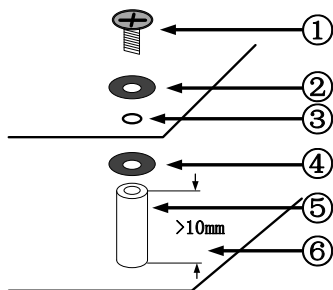

图 2-1-2 定位孔安装
在安装与更换控制器前，必须先确保控制器的供电和相关联的设备供电已被切断。确定安装位置与安装方向无误后方可安装。定位孔安装方法请参照图 2-1-2。①M4 平头螺丝。②橡胶或金属垫片。③产品 PCB 安装孔。④橡胶或金属垫片。⑤M4 铜柱（铜柱高不要小于 10mm）。⑥控制柜基板。